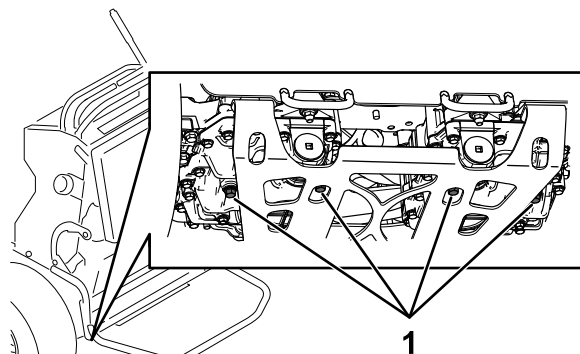

Figure 71
3. Localisez les bouchons de vidange au bas de la transmission et placez un bac de vidange sous les bouchons (Figure 71).